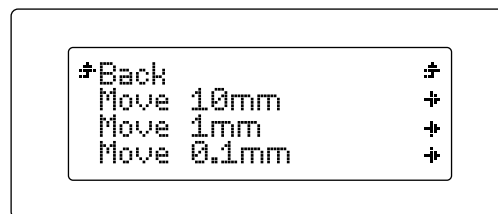

Figure 3.6 Option Jog dans le sous-menu Move Axis
- **Jog:** cette option permet de déplacer indépendamment les différents moteurs de l'imprimante (fig. 3.6). Il y a trois possibilités :